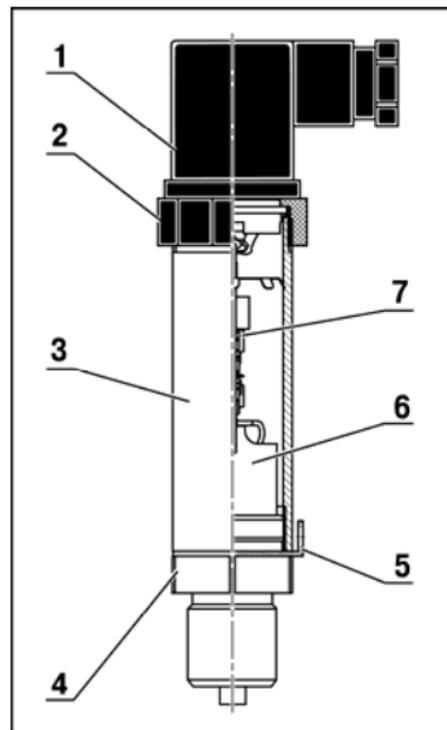

Рис. 3.1
3.1. На рис. 3.1. представлена конструкция преобразователя с микропроцессорным НП.